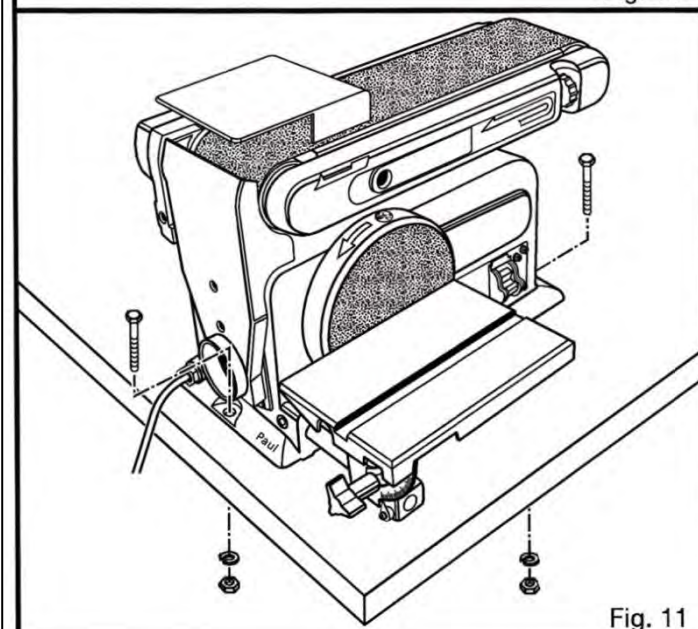

Fig. 11
Utilisation comme une machine fixe, Fig. 11.
- Procédez comme décrit à la rubrique «Utilisation comme stationnaire Machine, Fig. 11, décrit dans les 3 dernières étapes.